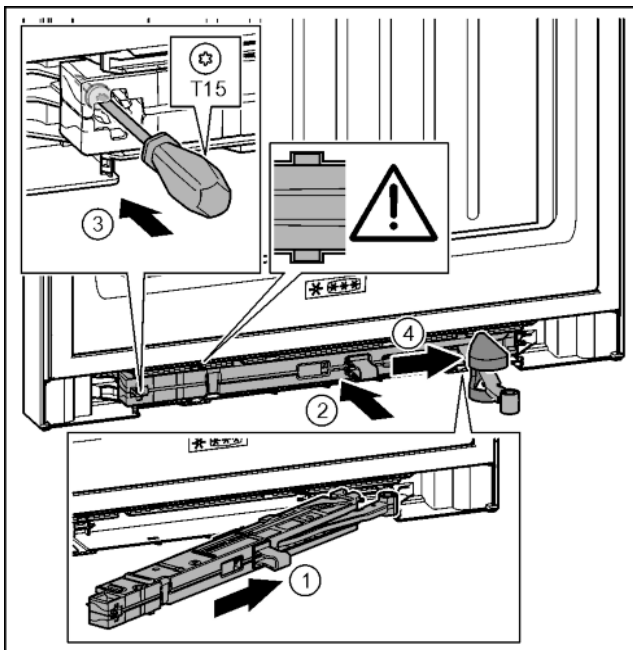

Fig. 45
- ▶ Вставить узел амортизатора со стороны опорного кронштейна в выемку до упора под наклоном. Fig. 45 (1)
- ▶ Полностью вставить узел амортизатора в выемку. Fig. 45 (2)
- ▶ Затянуть винт отверткой T15. Fig. 45 (3)
- ▶ Переместить крышку над шарниром. Fig. 45 (4)